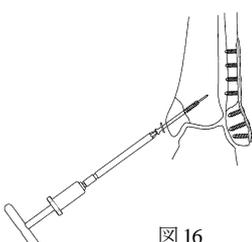

図16
- 16) ガイドピン計測値より数mm 差し引いた長さのスクリューを選択します。六角2.5 中空パワービンドライバーの他端にTハンドルを装着し、ガイドピンを介して挿入します。(図16) 必要に応じワッシャーを併用します。